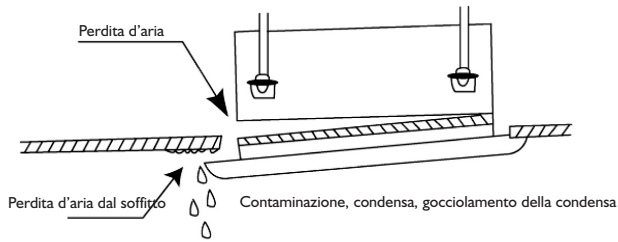

Fig. 5
1. L'avvitamento errato delle viti potrebbe provocare i problemi illustrati nella fig. 5.